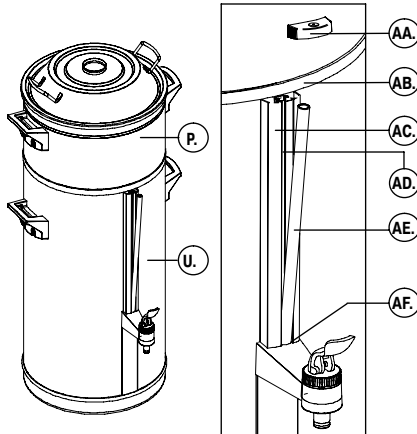

Fig. 8 Pulizia del vetro spia
- Pulire il vetro spia (vedere fig. 8 ).